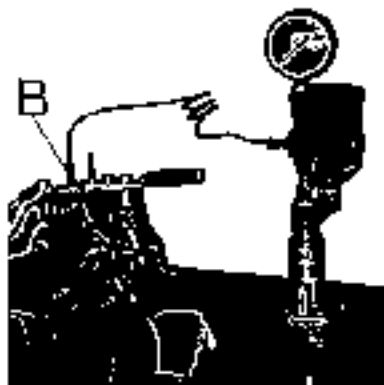

Fig. 204 - Controllo della tenuta della pompa SAC delle trattrici **PANTHER** e **TIGER 100** mediante allzezza 5.9030.463.0
- Applicare l'attrezzatura con n. 3 viti, come riportato in fig. 204 avendo cura di posizionare in corrispondenza del foro di aspirazione e di mancata dell'olio i relativi OR.
- Con pompa vuota insufflare aria, alla pressione di 1 Kg/cm², attraverso la valvola di immissione aria (A fig. 204) e con raccordo (B fig. 204) chiuso.
- Dopo aver smontato completamente la valvola di immissione aria (A fig. 204) riempire la pompa con olio, a mezzo olivatore, attraverso il relativo foro di aspirazione.
- Inserire la pompa prova iniettori sul raccordo (B fig. 204) e immettere olio nella pompa della S.A.C. alla pressione di 200 Kg/cm².
- Nel caso che le perdite siano interne, l'olio uscirà dal raccordo dove era montata la valvola di immissione aria (A fig. 204).